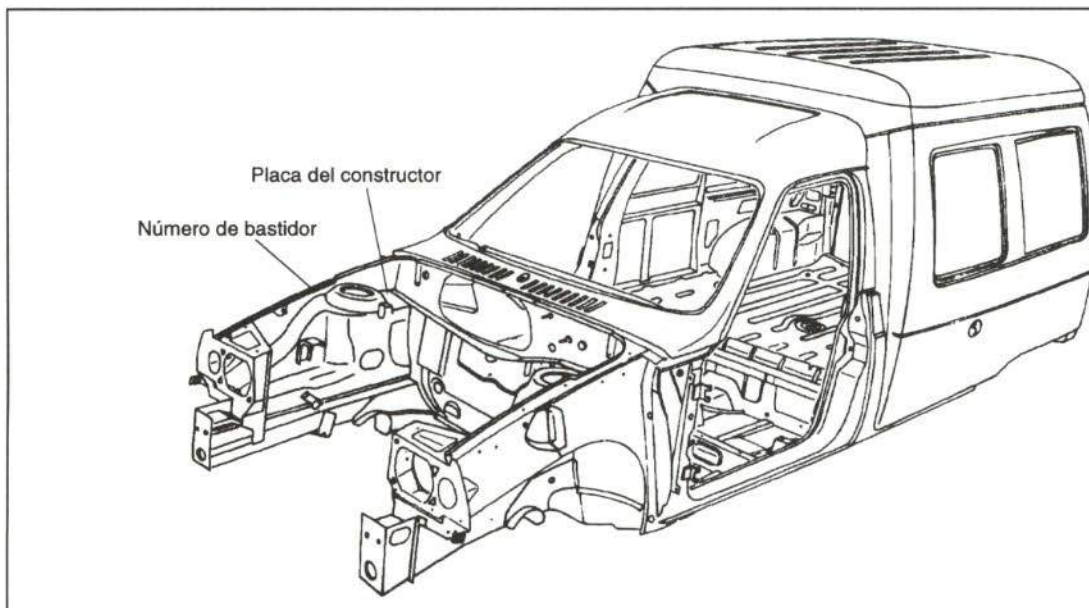

Figura 1.- Situación de las placas de identificación del vehículo
La situación de estas placas se refleja en la figura 1.
- El número de bastidor está troquelado en la parte superior del pase de rueda derecho (figura 1).